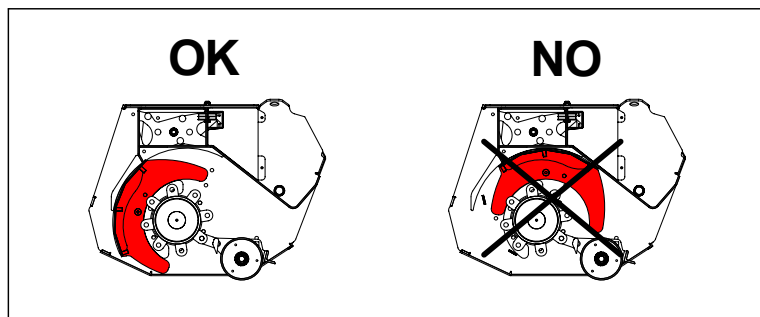

Fig.23
**Quando le macchine Predator e Predator HT lavorano su banchine stradali, bordi, sponde di fossati e ambienti pubblici in genere il cofano anteriore deve rimanere completamente chiuso ("Fig.23").**
**When the Predator and Predator HT machines work on road platforms, edges, sides of ditches and public spaces in general, the front hood must remain completely closed ("Fig.23").**
**Lorsque les machines Predator et Predator HT fonctionnent sur les plates-formes routières, les bords, les côtés des fossés et les espaces publics en général, le capot avant doit rester complètement fermé ("Fig.23").**
**Wenn die Predator- und Predator HT-Maschinen auf Straßenplattformen, Kanten, Seiten von Gräben und öffentlichen Bereichen im Allgemeinen arbeiten, muss die Fronthaube vollständig geschlossen bleiben ("Fig.23").**
**Cuando las máquinas Predator y Predator HT trabajan en plataformas de carreteras, bordes, lados de zanjas y espacios públicos en general, el capó delantero debe permanecer completamente cerrado ("Fig.23").**
**Quando as máquinas Predator e Predator HT trabalham em bermas, margens, bancos de valas e áreas públicas em geral, a capota frontal deve permanecer totalmente fechada ("Fig.23").**